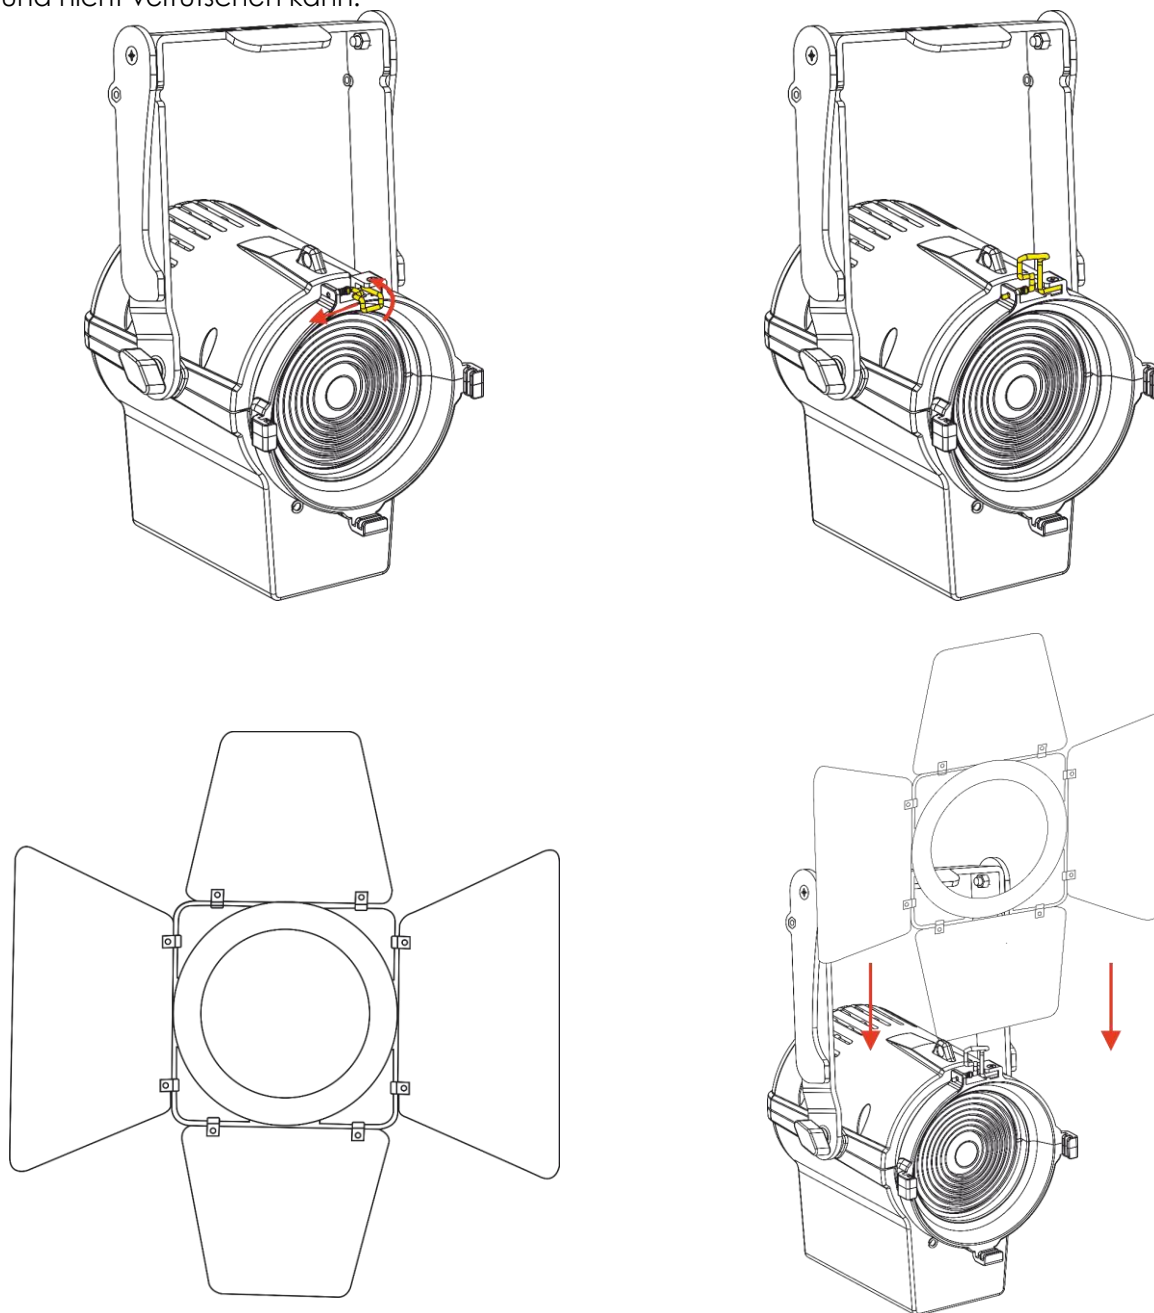

Abb. 03
- 04) Verbinden Sie die Geräte so wie in (Abb. 03) gezeigt. Verwenden Sie ein DMX-Datenkabel, um die DMX-„OUT“-Buchse des ersten Geräts mit der „IN“-Buchse des zweiten Geräts zu verbinden. Wiederholen Sie diesen Vorgang, um das zweite und dritte Gerät ebenfalls anzuschließen.